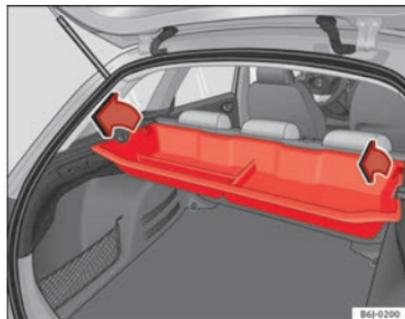

Fig. 100 Desmontagem da gaveta porta-objectos
- Extraia a chapeleira porta-objectos e puxe para cima pelas extremidades a gaveta porta-objectos ⇒ Fig. 100.